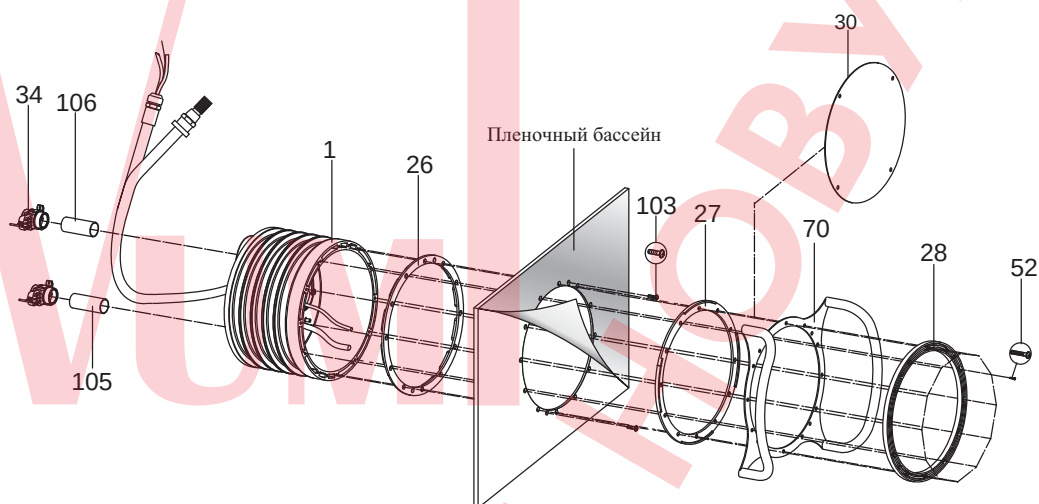

Рис. 7
Подсоедините всасывающую трубу (105) и напорную трубу (106) к запорному крану (34) и к закладному корпусу (1) (Рис. 7).